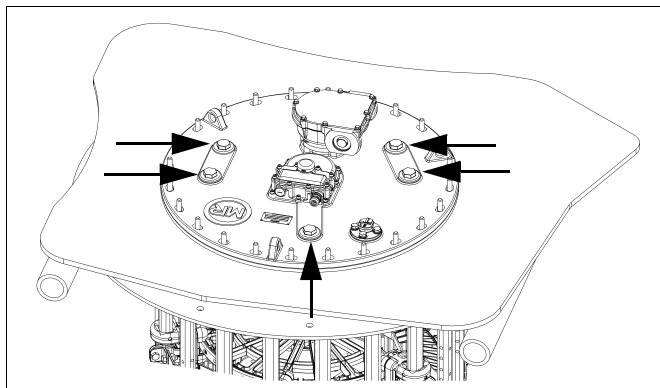

рис. 81
- 6) Очистите уплотнительные поверхности резьбовых заглушек. Прикрутите все 5 заглушек, SW 30 мм, Md = 20 Нм (рис. 81).